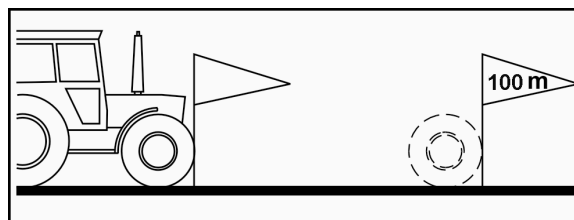

Fig. 28
- Mät upp en mätsträcka på exakt 100 m på fältet. Markera början och slut på mätsträckan (Fig. 28).